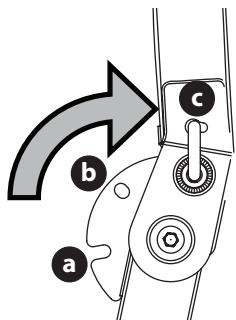

Figure 5
- Placez la structure de protection à la position désirée (Figure 5).
NOTE : La structure peut être placée à la position de transport (a), la position de transport avec bac récupérateur (b) ou celle d'utilisation (c) (Figure 5).